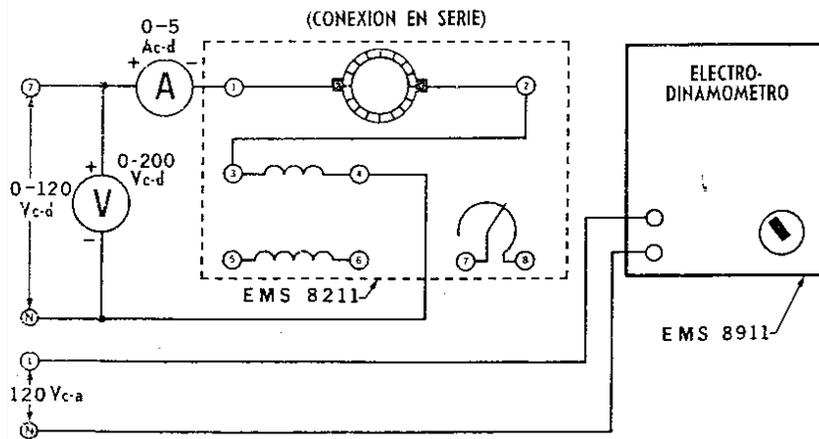

Figura 4-1.
1. Conecte el circuito ilustrado en la **Figura 4-1** utilizando los **Módulos EMS de fuente de energía, motor generador de c-d, medición de c-d y electrodinamómetro.**